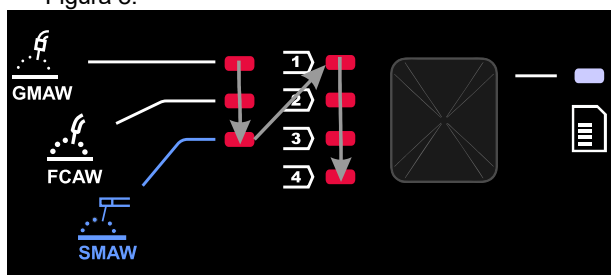

Figura 8
- Premendo nuovamente il tasto sinistro [40] l'indicatore dei programmi di saldatura (41 o 42) passerà al programma successivo nella sequenza mostrata nella Figura 8.